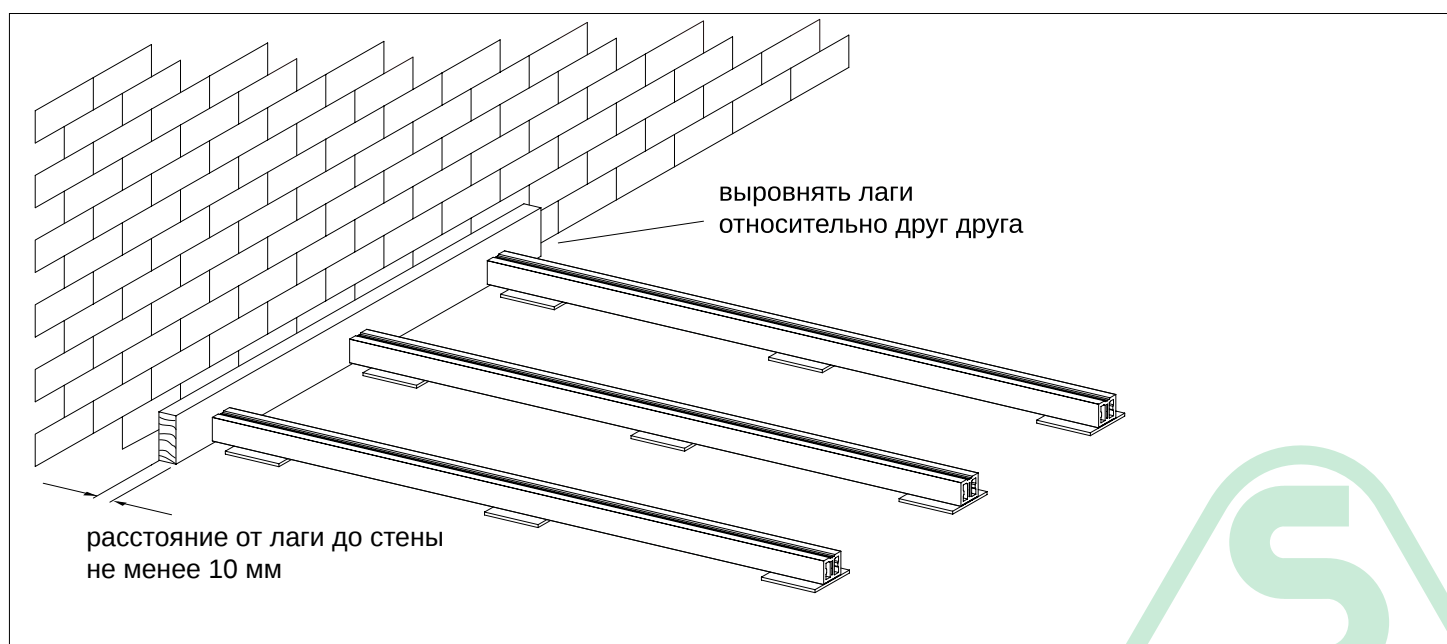
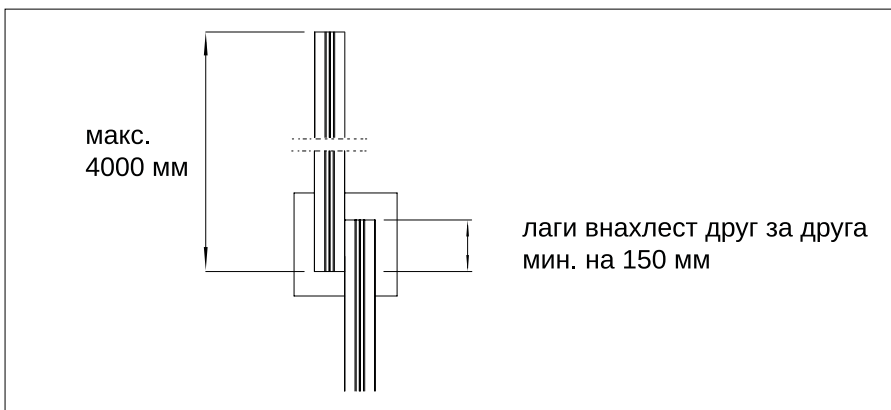

Рис. 6
Рис. 7
- Расстояние между стеной и лагой должно составлять не менее 10 мм (рис. 6). Лаги должны быть выровнены между собой (рис 6).
- Лаги, при необходимости их продолжения, укладываются внахлест друг за друга на 150 мм и крепятся перфорированной металлической лентой (рис.7).
- При закреплении лаг к основанию с помощью металлической перфорированной ленты предусмотрите зазор в 10 мм от каждого края лаги до линии перегиба перфоленты (рис.6) для компенсации температурного расширения.
- Учитывайте линейное расширение композитного материала – 1 мм на 1 погонный метр доски. Оставляйте зазоры между торцами террасных досок – минимум 2-5мм (рис.6, рис.7) для компенсации линейного расширения материала.